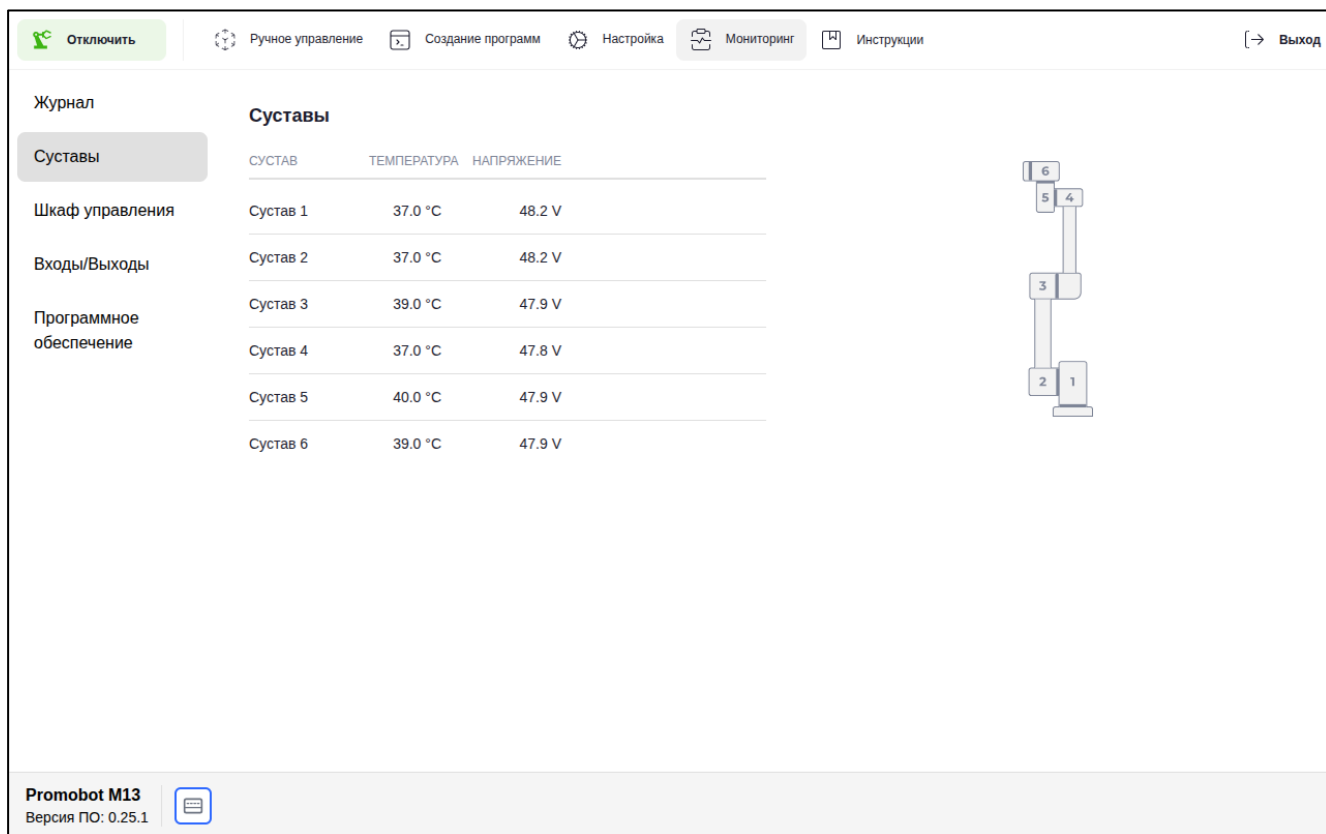

Рисунок II-66 – Раздел «Суставы»
- б) раздел «Суставки» (см. Рисунок II-66) предназначен для мониторинга температуры и напряжения каждого из шести суставов. Значения следует оценивать совместно с предупреждениями и условиями работы робота. Нулевые, отсутствующие или не обновляющиеся значения означают отсутствие актуальной телеметрии либо неподключенный узел и не должны трактоваться как нормальное состояние;